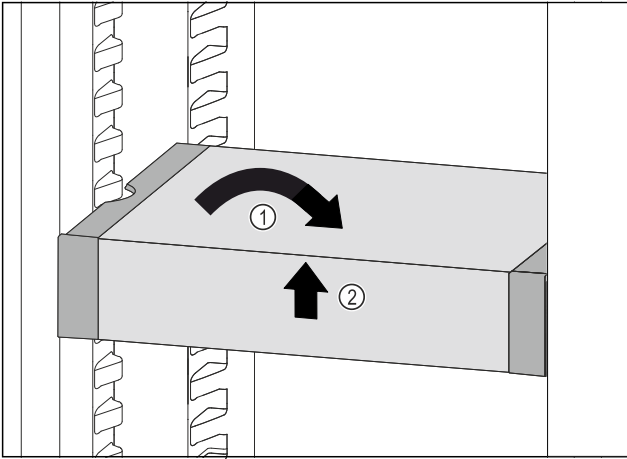

Fig. 100
- VarioSafe çekmecesini düz konumlandırın. Fig. 100 (1)
- VarioSafe çekmecesini ön taraftan kaldırın. Fig. 100 (2)